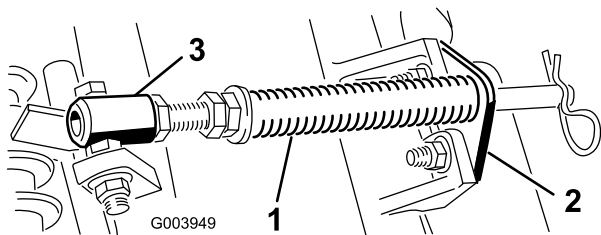

图 10
A. 拆下把杆支架固定到滚刀组凸耳上的 2 个车身螺栓和螺母图 10。
B. 拆下将弹簧管栓固定到承载架凸耳图 10 上的凸缘螺母